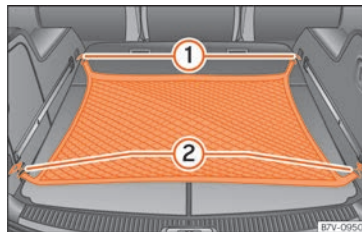

Abb. 149 Im Gepäckraum: eingehängtes Gepäcknetz.
- Haken des Gepäcknetzes in die Verzurrosen »» **Abb. 149** ① und ② einhängen.
- Haken des Gepäcknetzes aus den Verzurrosen »» **Abb. 149** ① vorsichtig aushaken.
- Haken des Gepäcknetzes aus den Verzurrosen »» **Abb. 149** ② vorsichtig aushaken.